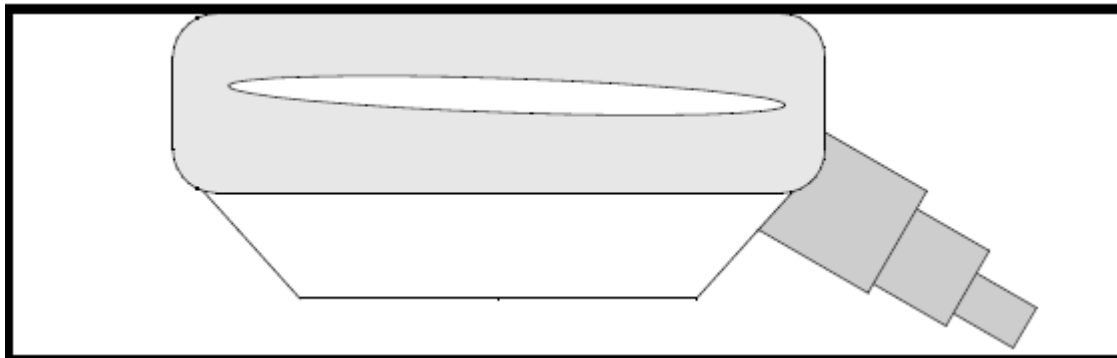

Рис. 3-10: Покрытие на торце преобразователя
1. Нанесите акустическое покрытие шириной 6 мм (0,25 дюйма) по всей длине рабочего торца каждого из преобразователей, как показано ниже на рис. 3-10.